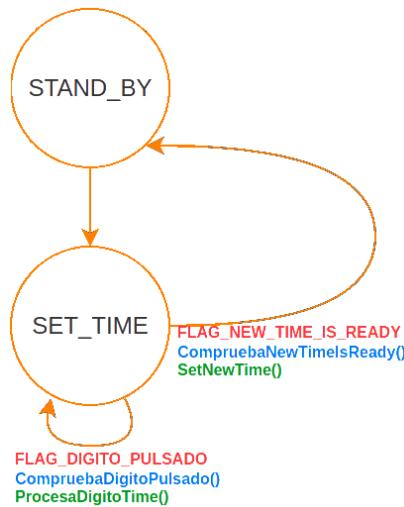

Figura 4.8: Procesa dígito y cambio de hora finalizado. Aproximación final a la *FSM coreWatch*
Vamos a centrarnos en las dos transiciones de la Figura 4.8.
20. Añada en `fsmTransCoreWatch` —bajo de las transiciones implementadas anteriormente— las dos transiciones de la Figura 4.8.